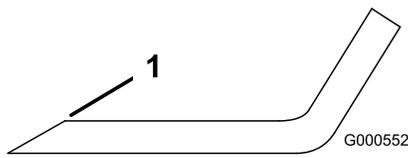

図 78
- ブレードは、左右の刃先をやすりで磨く(図 78)。
注 もし傾くようなら、重い方の裏面を少し削って調整する 図 78。